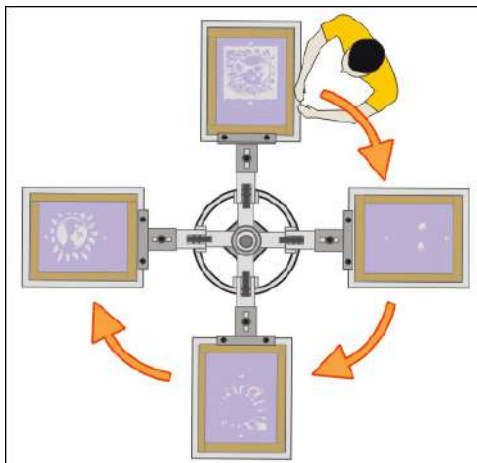

Imagen 352\_09
**10-** Girar los brazos nuevamente y calzar la 4ª matriz con la imagen de la 1º paleta (Imagen 352\_09)